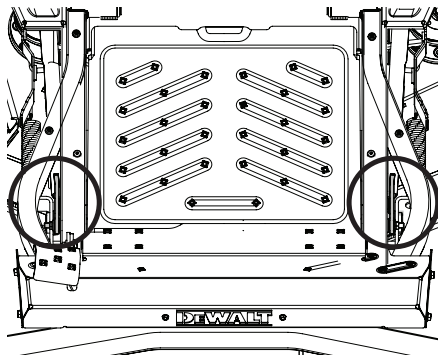

Figura 43
- Quite la tapa de extremo de las varillas de ajuste de elevación de la plataforma delanteras y resérvelas para volver a instalarla. Consulte la Figura 43.
- Gire ambos pernos delanteros en sentido horario para elevar la inclinación de la plataforma delantera o en sentido antihorario para bajar la inclinación de la plataforma delantera, dependiendo del ajuste necesario. Ajuste cada perno igualmente. Consulte la Figura 43.